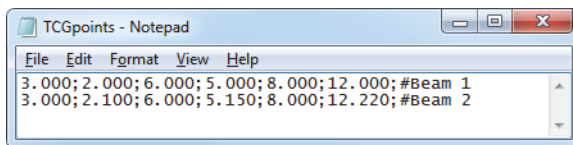

図 4-34 TCG ポイントのインポートテキスト
- 特定のグループに対して、異なる TCG ポイントを含む .csv ファイルを作成します (136 ページの図 4-34)。